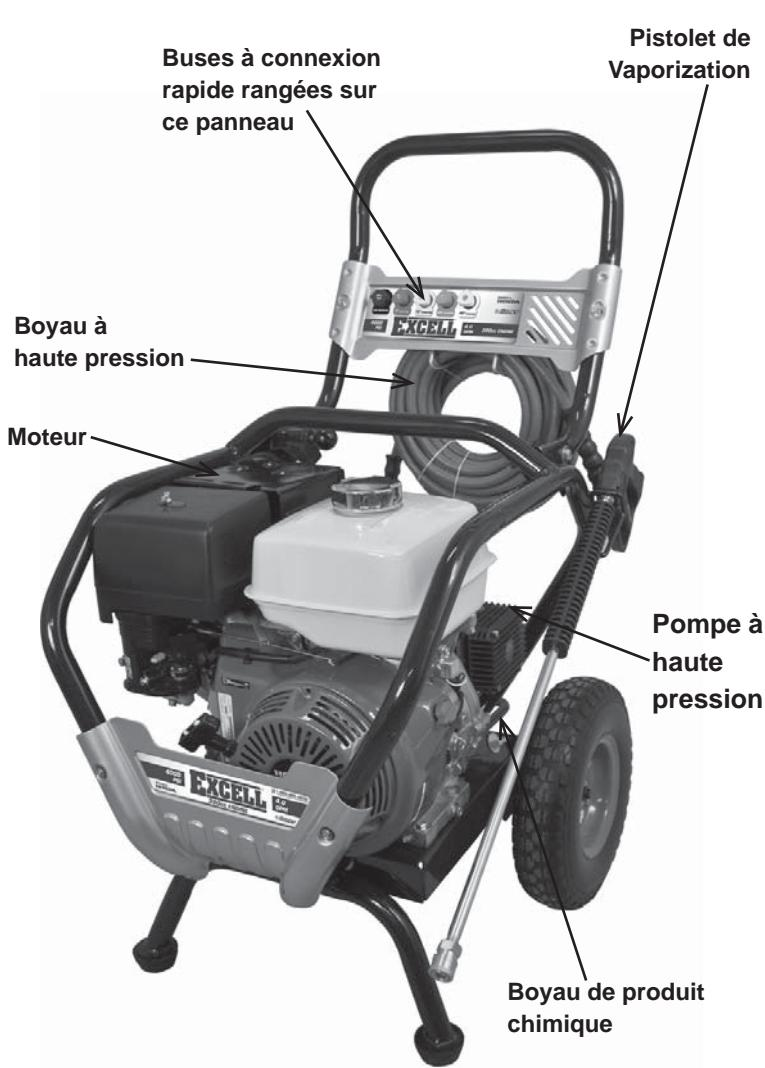

FIG. 5
8. Attachez le tuyau flexible haute pression au pistolet. Serrez à fond. (Fig. 5)